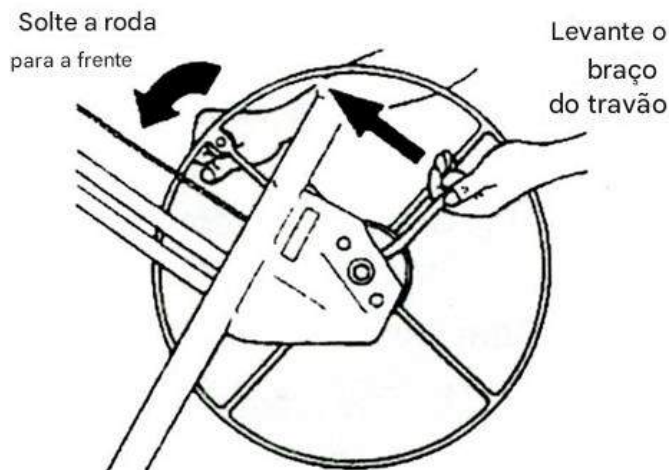

Figura 2
- a. Segure o guincho e o braço do freio como mostrado na figura 2. Gire suavemente o guincho para frente enquanto levanta a alça do freio para liberá-lo.